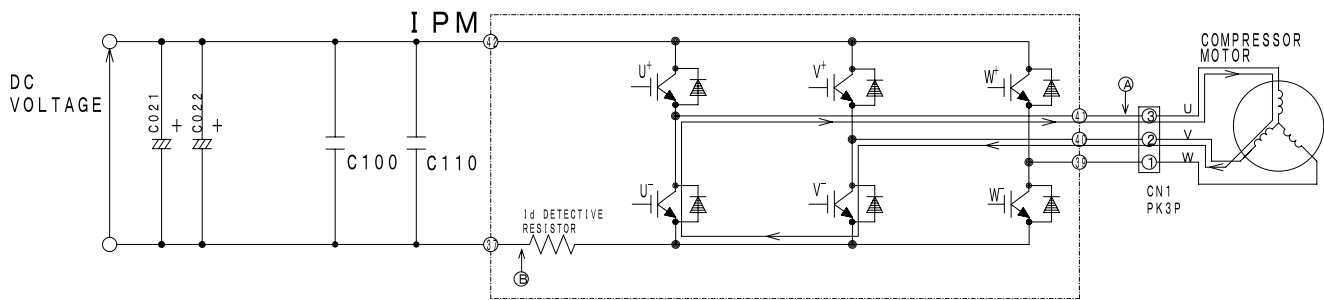

Fig. 4-4 Power module circuit (U⁺ is OFF, V⁻ is ON)
- (2) Lorsque le transistor U⁺ est sur DÉSACTIVÉ : (par inductance de la bobine du moteur) bobine U → bobine V → transistor V⁻ → Diode U⁻ de retour → Point ⑤ (Fig. 4-4)